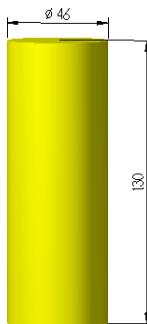

图7-117 创建圆柱体
① 将层别设为图层 2，“屏幕视角”为“等视图”，“绘图平面”为“俯视图”，构图深度为 0。
② 单击“基本绘图”中的“画圆柱体”按钮¹，在“自动抓点”工具栏中“X、Y、Z坐标”输入框内输入圆柱体基准点的坐标 (0, 0, 0)；在弹出的“圆柱体”对话框内输入圆柱体的半径 23，高度 130，单击“切换方向”按钮改为正向拉伸^{←→}，再单击“确定”按钮[✓]，结果如图 7-117 所示。
① 将层别设为图层 2，“屏幕视角”为“前视图”，“绘图平面”为“前视图”，构图深度为 0。